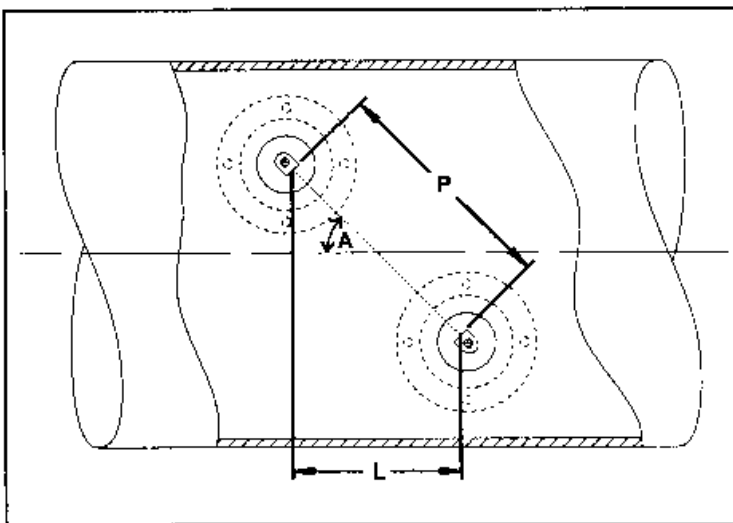
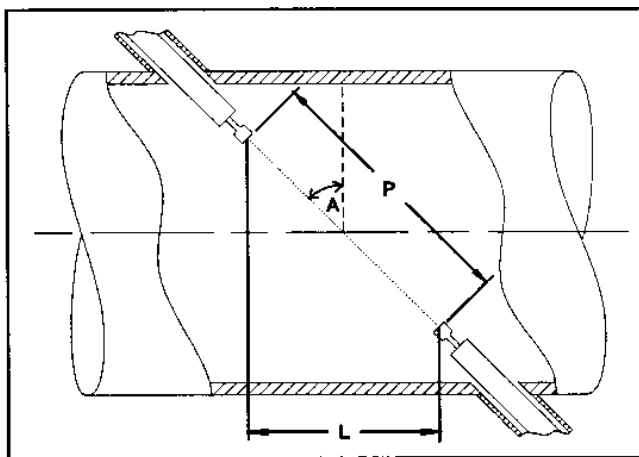

図 G-1 : P と L の位置関係、90°バイアス設置のパイプ断面
図 G-2 : P と L の位置関係、180°設置のパイプ断面
実測可能であれば、トランスデューサの対面間距離 (P) とトランスデューサ先端の平坦面中心間の軸方向長さ (L) を、図 G-1、図 G-2 に示す要領で物理的に測定してください。